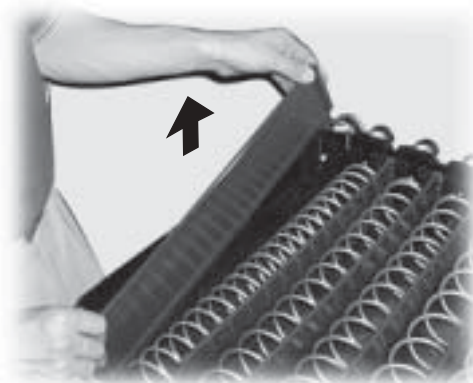

Fig. 52
- extraer el separador (Fig. 52);